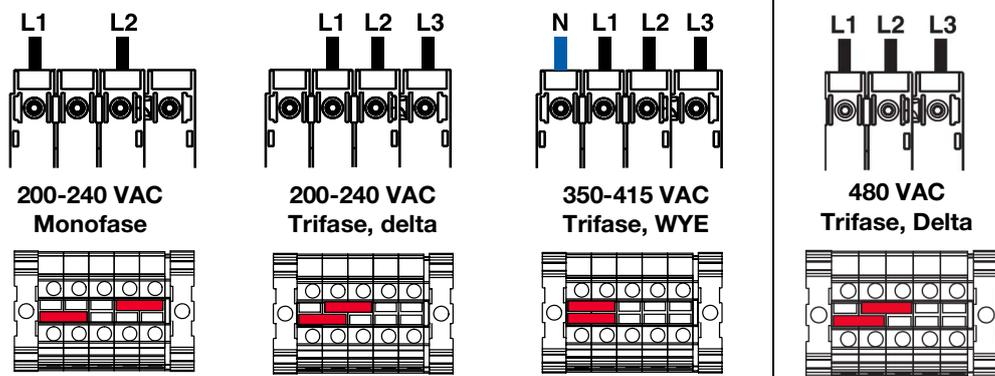

Fig. 1: Jumper terminali e posizioni
1. Portare l'interruttore di alimentazione principale (ZP) su OFF.
4. Collegare il filo di messa a terra al terminale di messa a terra (GT).
5. Collegare il cavo di alimentazione come illustrato in FIG. 1: **Jumper terminali e posizioni** Tirare delicatamente tutti i collegamenti per verificare che siano ben fissati.
6. Serrare le viti pressacavo (SR).